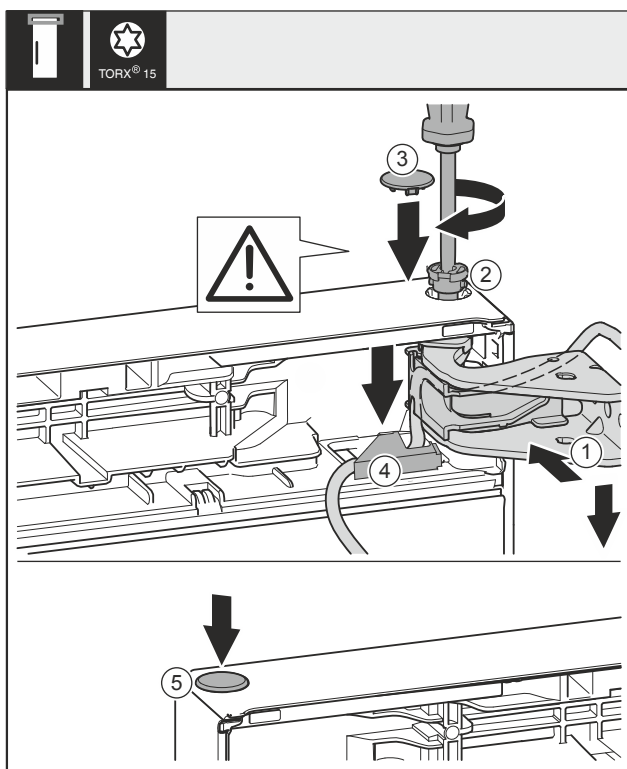

Fig. 44
- Dveře nahoře vyrovnejte s otvorem ve stojanu ložiska Fig. 44 (1).
- Vložte čep Fig. 44 (2) a pevně jej utáhněte šroubovákem.
- K zajištění dveří namontujte bezpečnostní kryt: Bezpečnostní kryt Fig. 44 (3) nasadíte a zkontrolujete, zda přiléhá na dveře. V opačném případě čep zcela zasuněte.
- Vložte kryt Fig. 44 (4) a zatlačte jej směrem dolů, dokud nezacvakne.
- Vložte zátku Fig. 44 (5).